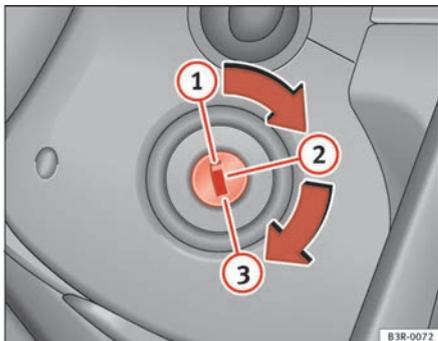

Fig. 140 Positions de la clé de contact
- Amenez la clé de contact en position  ⇒ page 175, fig. 140.